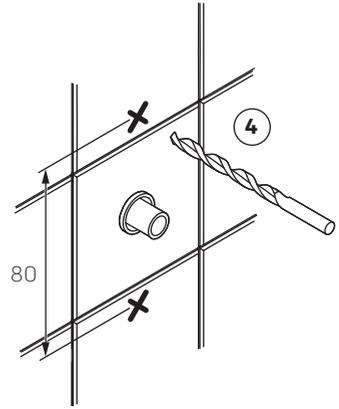

Fig. 1
Alla infästningar i våtzon 1 och 2 ska tätas, se "Fig. 1" eller "Fig. 2". Material för tätning ska fästa mot underlaget och vara vattenbeständigt, mögelresistent och åldersbeständigt.
4. The screw mountings should be of a sturdy design, for instance made of concrete, wooden studs, wooden nogging pieces or a design that has been tested and approved for mounting, e.g. pad design. All attachment points must be sealed. See "Fig. 1" or "Fig. 2". The sealant material must attach firmly to the underlying surface and be water-resistant, mould-resistant and non-ageing.
4. Skruinnfestinger skal gjøres i betong eller annen massiv konstruksjon, trebjelker, trestendere eller i konstruksjon som er testet og godkjent for innfesting, feks. platekonstruksjon. Alle innfestinger skal tettes, se "Fig. 1" eller "Fig. 2". Materialet for tetting skal feste mot underlaget og være vannbestandig, muggresistent og aldersbestandig.